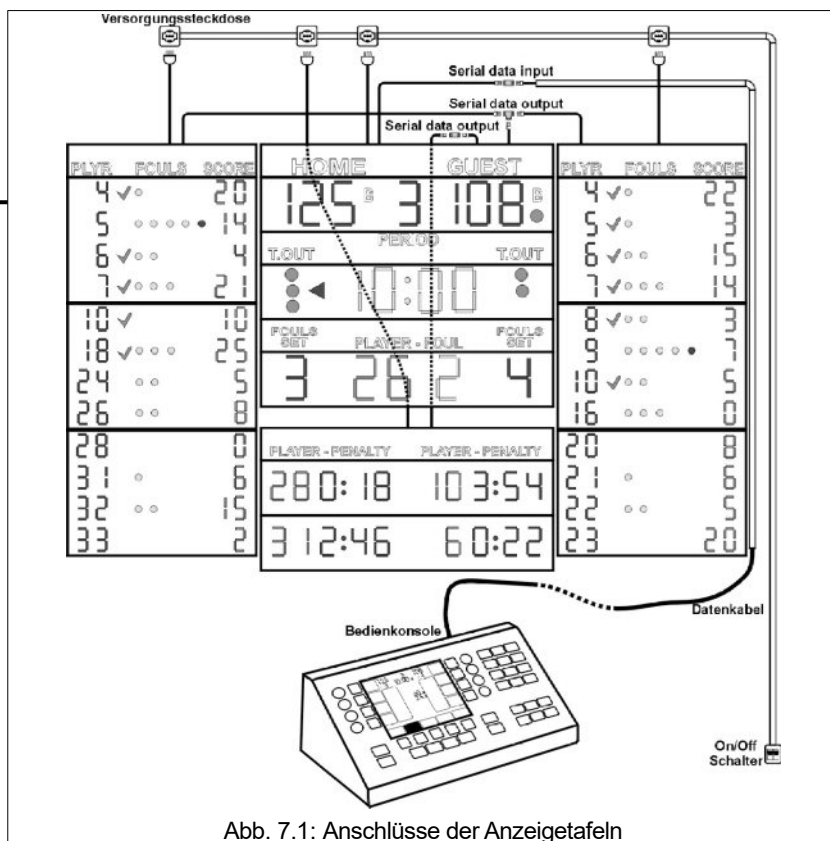

Abb. 7.1: Anschlüsse der Anzeigetafeln
3. Für den Anschluss an andere, eventuell in der Nähe positionierten Anzeigetafeln der Baureihe FS, wie zum Beispiel die seitlichen Anzeigetafeln für die Anzeige der Fouls/Punkte der Spieler oder die zentralen Anzeigen für den Strafzeiten (siehe Beispiel in Abb.7.1), die restlichen 1 m langen Verlängerungskabel, wie im vorherigen Punkt angegeben, an den Steckverbindungen "SERIAL DATA OUTPUT" anschließen.
Jede Anzeigetafel wird mit einem Versorgungskabel, inklusive Stecker geliefert. Zum einfachen Ein- und Ausschalten der Anzeigetafel empfehlen wir, direkt über der Anzeigetafel eine Versorgungsbuchse anzubringen (siehe Beispiel in Abb.7.1).
In Abb.7.1 ist die folgende Konfiguration abgebildet: zentrale Anzeigetafel, seitliche Anzeigen für die Fouls und Punkte der Spieler sowie die untere Anzeige für die Visualisierung der Strafzeiten.
können mittels der entsprechenden Adapter an die anderen zwei seriellen Kabel "SERIAL DATA OUTPUT" angeschlossen werden (siehe Abb.7.1).